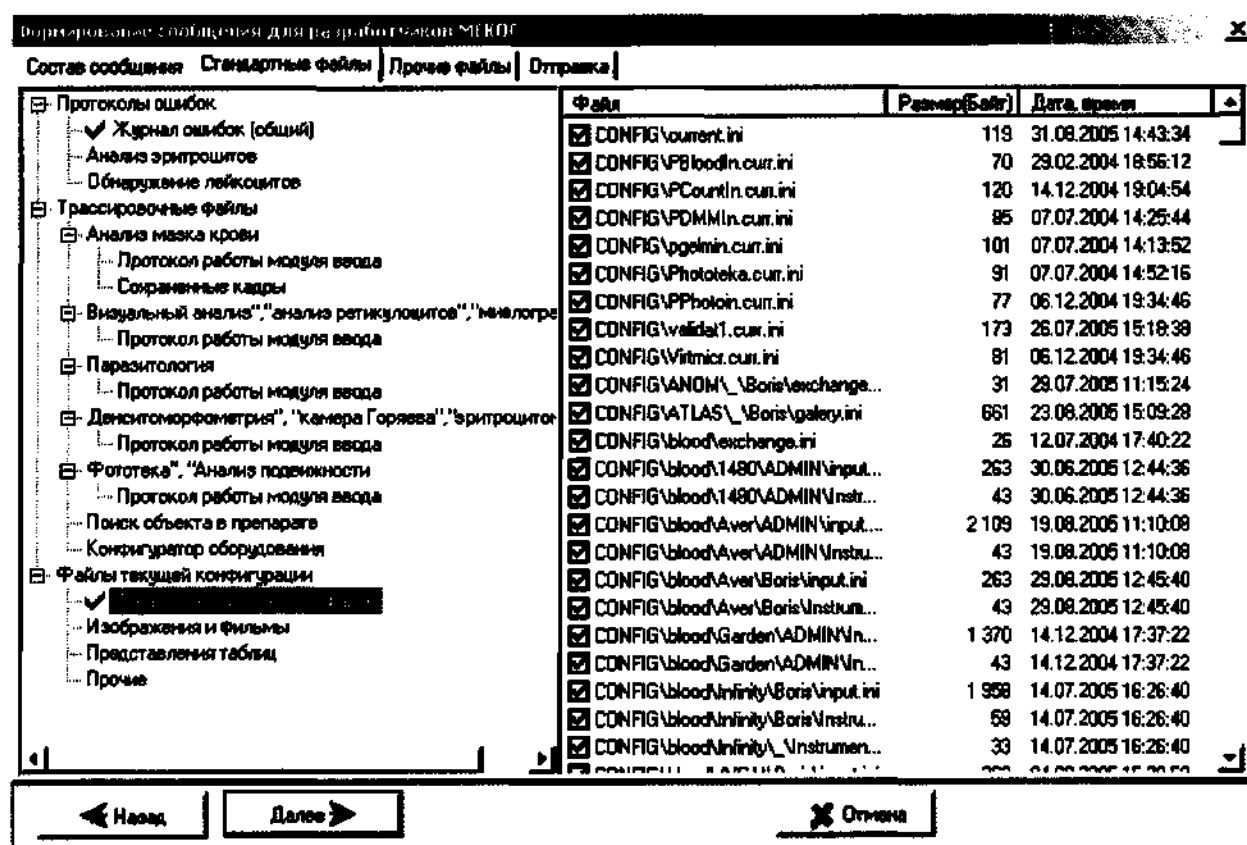

Рисунок 49. Формирование сообщения
- 2.3. В дереве категорий файлов отметьте «Журнал ошибок (общий)» и «Локальные настроечные файлы (см. Рисунок 49) Нажмите кнопку «Далее».